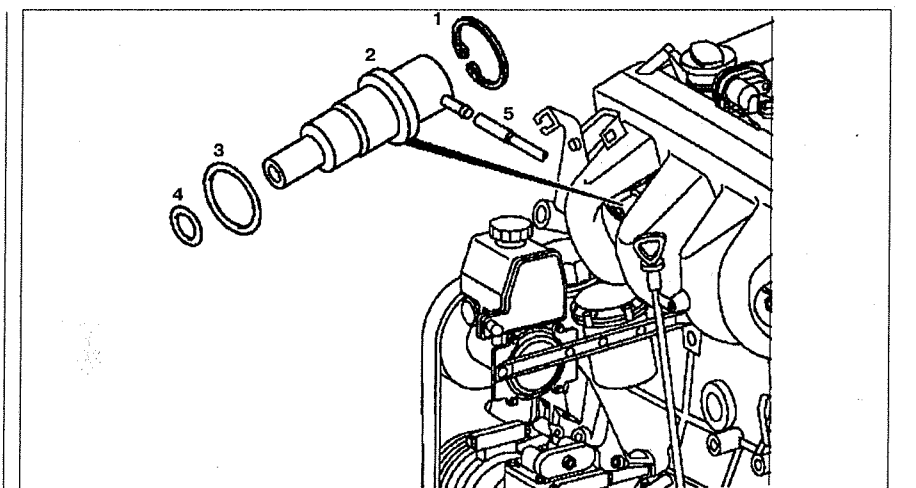

Рис. 2.132. Диафрагменный регулятор давления топлива: 1. Защитное кольцо, 2. Диафрагменный демпфер, 3, 4. Фиксаторы, 5. Вакуумная трубка.
1. Отсоедините вакуумную трубку **5** (см.рис.2.132).